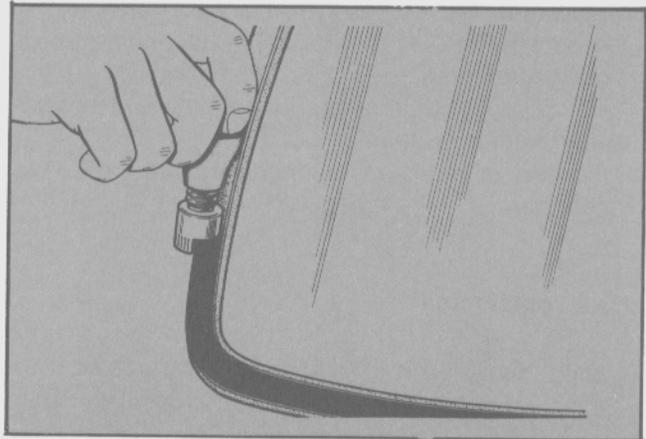

Fig. 42 - Aplicación del imprimador en el cristal
- Aplicar el imprimador al borde del cristal (Fig. 42).